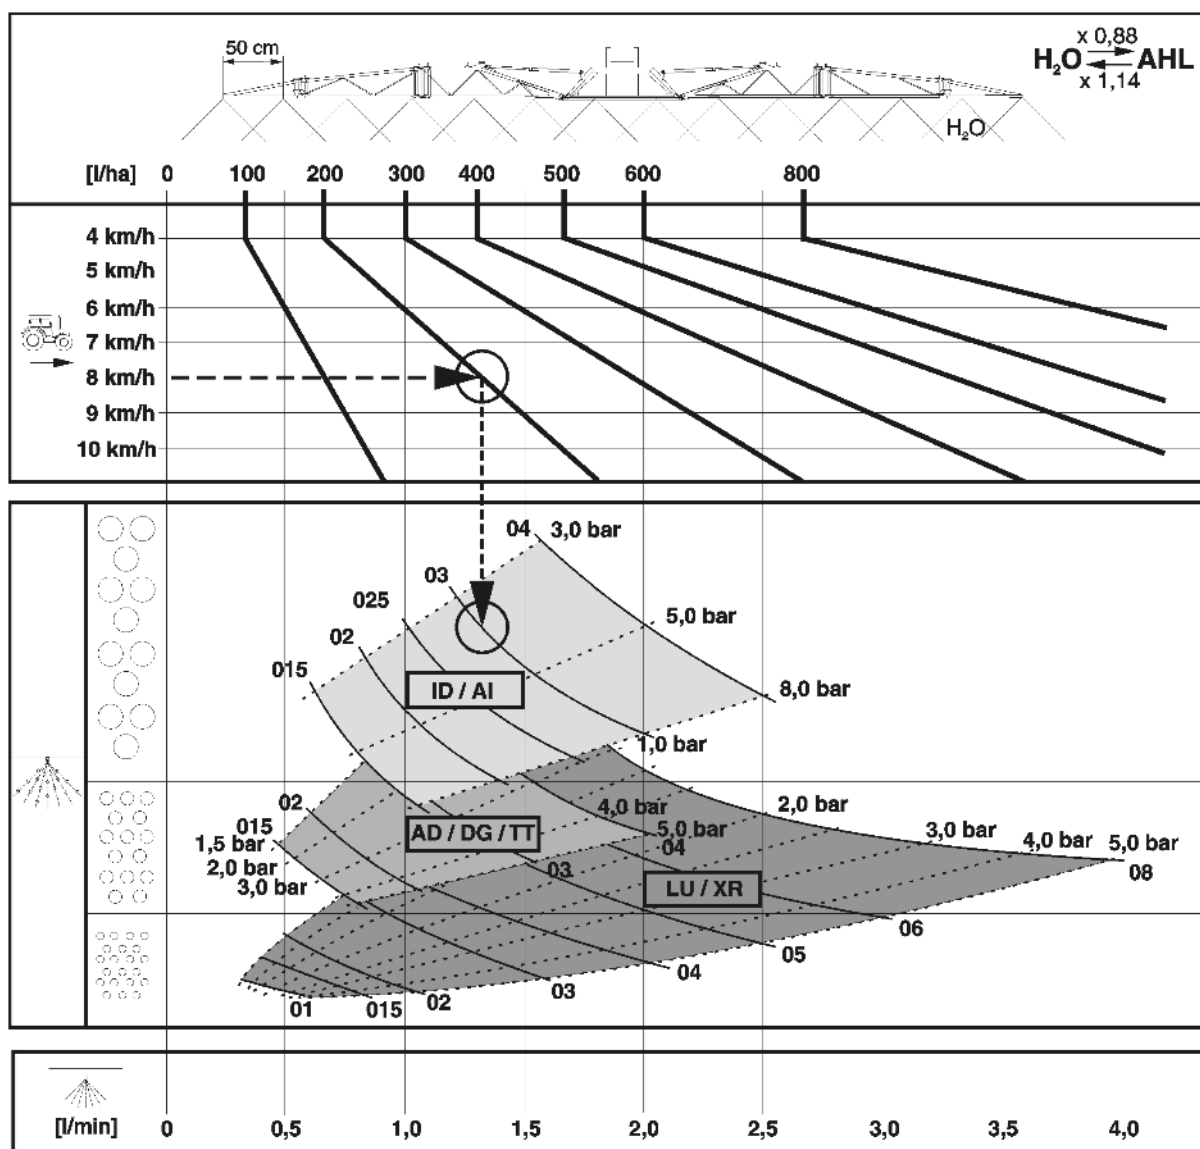

Fig. 205
- Fig. 205 anvendes til
4. Skift til en anden sprøjtetabel (Fig. 205).